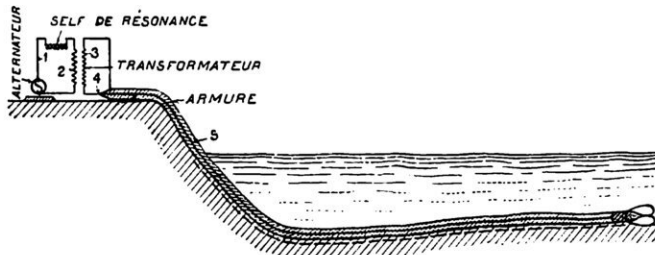

FIG. 1. — FIGURE SCHÉMATIQUE DU CABLE-GUIDE SOUS-MARIN AVEC POSTE D'ÉMISSION
poste que l'on relie à un câble isolé sous-marin. On peut utiliser, pour produire le courant, soit un alternateur (voir fig. 1) soit des lampes génératrices à trois électrodes, comme celles employées pour l'émission dans les stations de T. S. F. Le courant est envoyé dans un circuit (1) comprenant le primaire d'un transformateur (2). Le secondaire du transformateur (3) est réuni à l'âme conductrice du câble (4). Ce câble est fortement isolé et protégé mécaniquement par deux gaines de fils de fer épais (5).